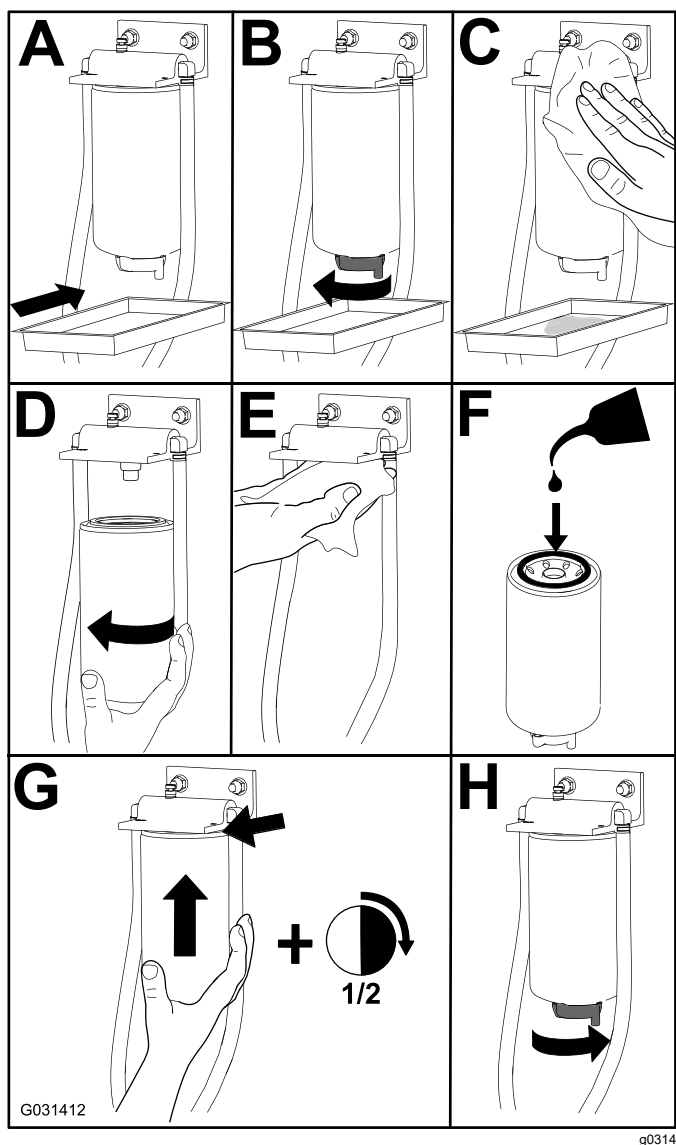

Figura 120
1. Sustituya el filtro tal y como se muestra en la Figura 120.